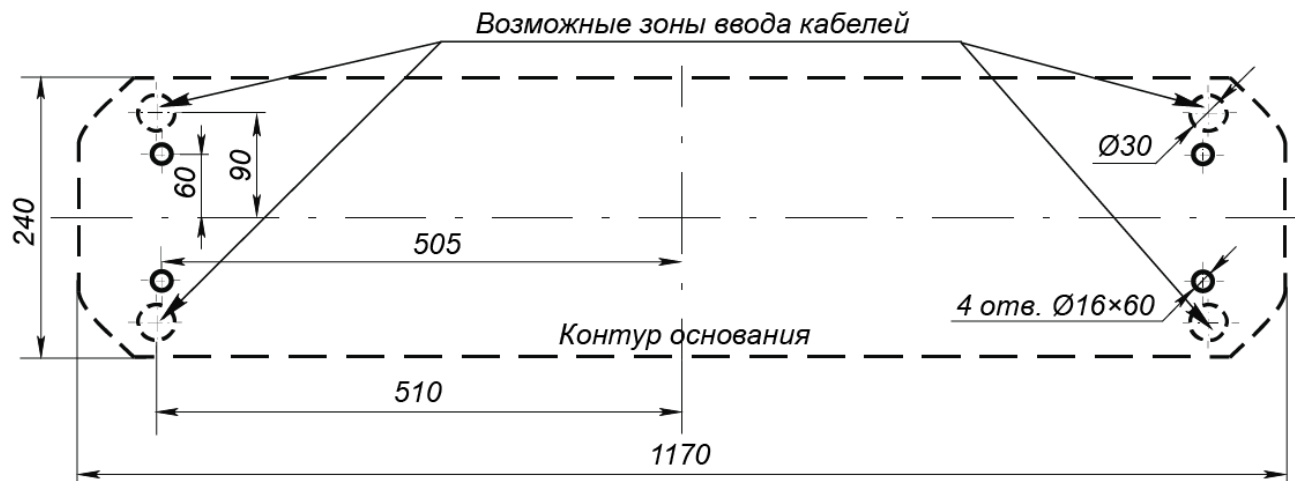

Рисунок 11. Схема разметки для установки стойки ЭП
Для обеспечения такого угла поворота при организации зоны прохода следуйте рекомендациям, приведенным на рис. 11.
5. При необходимости прокладки кабелей под поверхностью пола подготовьте в полу кабельный канал, подходящий к одной из зон подводки кабелей, указанных на рис. 11.